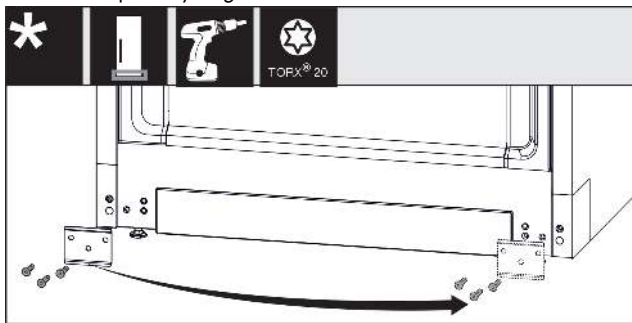

Fig. 18
- Открутите лист, переставьте на другую сторону и снова прикрутите. Fig. 18 (1)